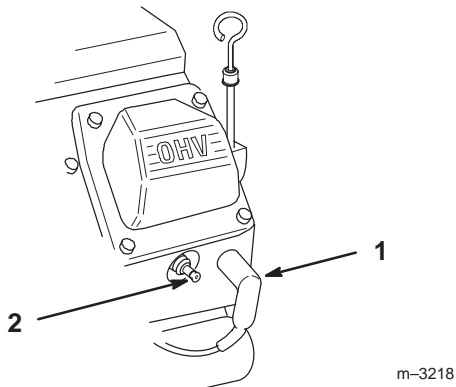

Figure 40
2. Débranchez les fils des bougies (Fig. 40). Puis nettoyez la surface autour des bougies pour éviter que des impuretés n'endommagent le moteur en tombant à l'intérieur.
3. Connectez les fils aux bougies (Fig. 40).